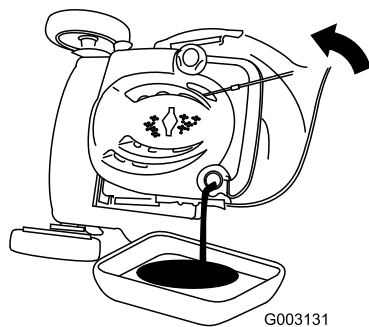

Bild 38
3. Kippen Sie den Rasenmäher seitlich (Luftfilter nach oben), um das Altöl über den Öleinfüllstutzen abzulassen (Bild 38).